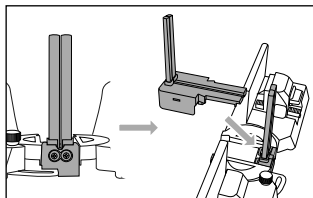

Fig. 6
- ◆ Insira o elemento de guia de corte A **9**, pela parte de cima, no entalhe previsto para o efeito (ver fig. 6). O elemento de guia de corte A **9** é inicialmente instável.
- ◆ Insira o elemento de guia de corte B **10**, pela parte de cima, até encaixar no entalhe previsto para o efeito (ver fig. 6).